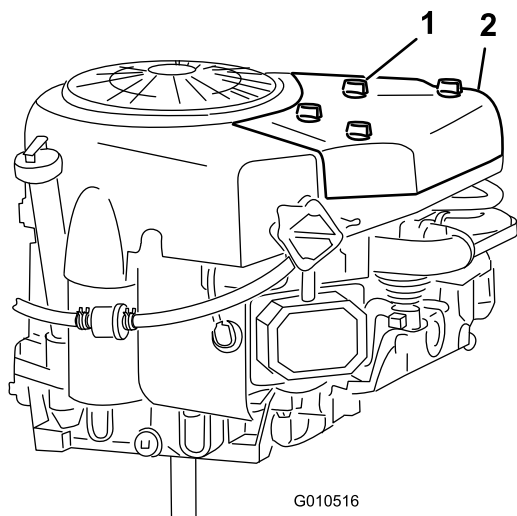

Figure 21
2. Dévissez les boutons et déposez le couvercle du filtre à air (Figure 21).
3. Reposez le couvercle du filtre à air et les boutons (Figure 21).